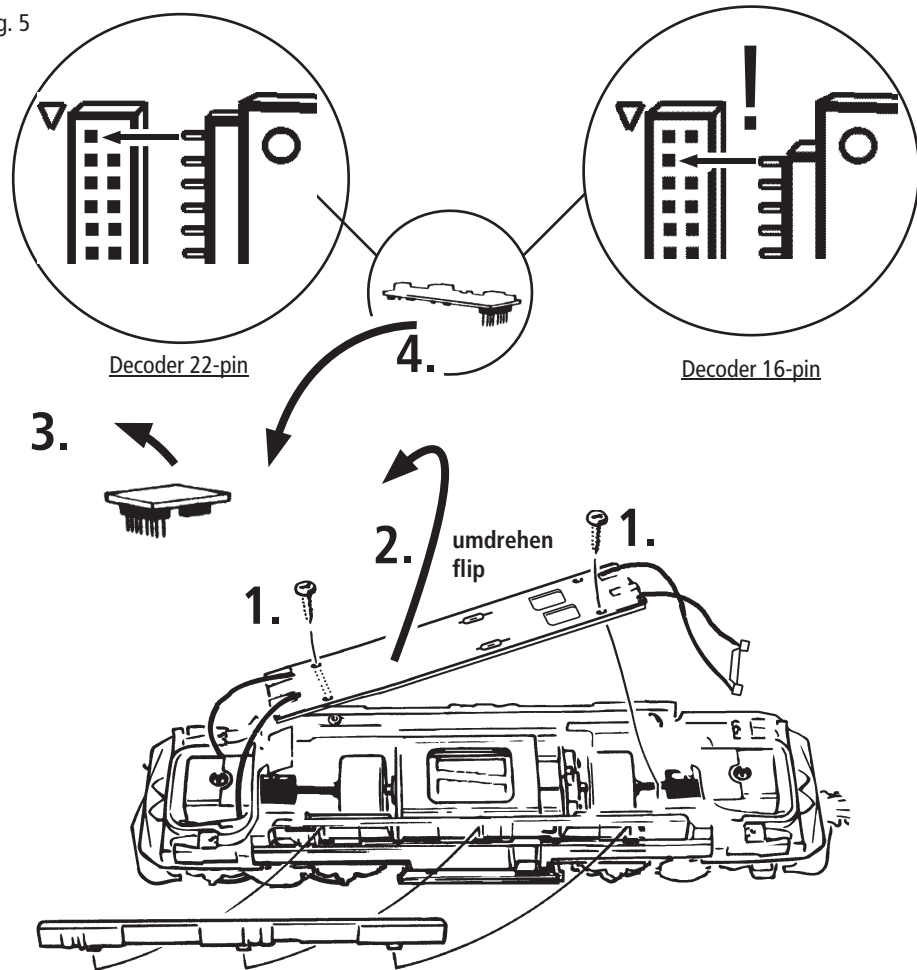
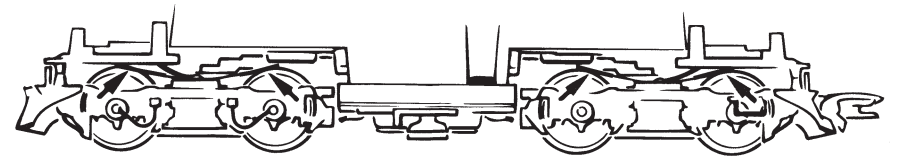
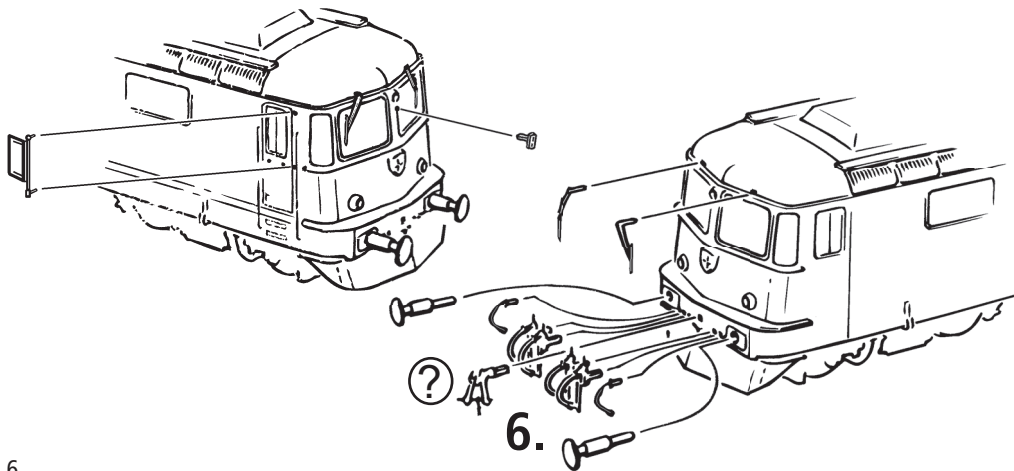

Fig. 6
Fig. 8
Fig. 3
2. Schmierung: Versehen Sie die im Schmierplan in Fig. 6 gekennzeichneten Stellen mit nur **kleinen Öltropfen**. Dazu zuerst das Lokgehäuse abnehmen (Fig. 3). Wir empfehlen den **ROCO Öler Art.-Nr. 10906**. Fürs Schmieren der Getriebeteile (Zahnräder, Schnecke) empfehlen wir das **ROCO-Spezialfett Art.-Nr. 10905**. Im Falle der Schmierung diese Teile **nicht ölen**.
Mehrzugbetrieb: Zuerst Lokgehäuse abnehmen (Fig. 3). Danach den Brückenstecker aus der Schnittstelle entfernen (diesen sorgsam aufbewahren). Danach den Stecker des Steuerbausteins lagerichtig einsetzen (siehe Fig. 5).
4. Kohlebürstenwechsel: Lokgehäuse abnehmen (Fig. 3). Danach wird der Motor ausgebaut und die Kohlebürsten ausgewechselt (Fig. 8).
2. Lubrication: Apply **tiny oil drops** to spots marked in fig. 6. Prior to lubrication dismantle locomotive (fig. 3). We recommend using item no. **10906, Roco oiler**. For lubrication the gearparts (e.g. cogwheels, worm) we should recommend our Roco **special grease** (item no. **10905**).
4. Carbon Brush Changing: First remove loco body (fig. 3), and then the motor (fig. 8).
2. Graissage: N'appliquez **qu'une toute petite goutte** aux endroits indiqués par le plan de graissage (fig. 6) après avoir démonté la caisse de la locomotive (fig. 3). Nous vous recommandons **le graisseur à huile Roco réf. 10906**. Pour graisser les engrenages (roues dentées, vis sans fin) nous vous conseillons la **graisse spéciale Roco réf. 10905** pour engrenages en matières synthétiques. Lorsque vous utilisez cette graisse il faut éviter d'huiler ces composants.
4. Remplacement des balais du moteur: Démontez la caisse (voir fig. 3). Démontez ensuite le moteur et échangez le balais (fig. 8).